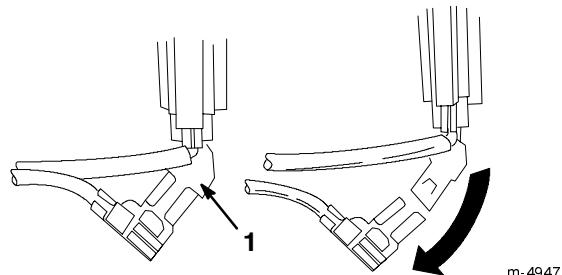

Figure 26
6. Débranchez le clip du fil de terre vert sous le starter (Fig. 26).